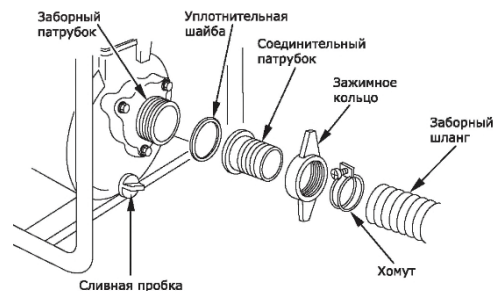

Рис. 4
4. Закрепите шланги хомутами (Рис. 4).